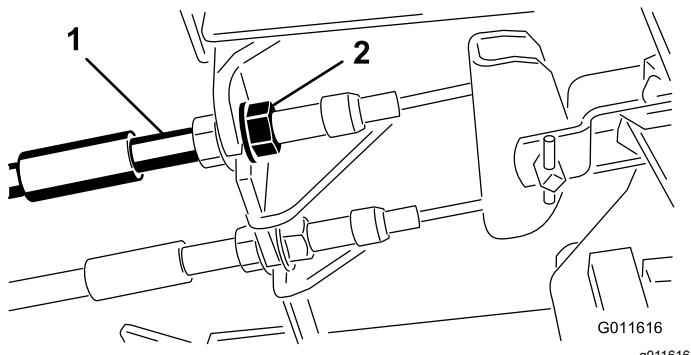

Bild 43
1. Ziehen Sie zum Reduzieren des Spiels der Bremspedale die Bremsen fester – lockern Sie dazu die vordere Mutter am Gewindeende des Bremszugs (Bild 43).